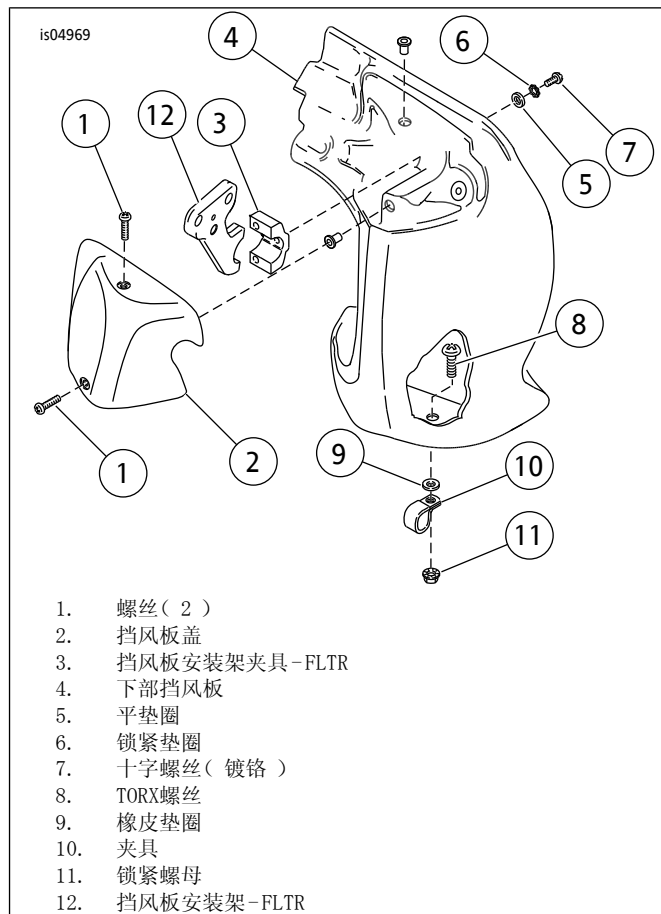

图2。FLTR/I附件下部挡风板
4. 参见图2。拆下将下部挡风板(4)底部固定至发动机护罩的TORX®螺丝(8)、橡胶垫圈(9)、锁紧螺母(11)和夹具(10)，置于一旁。